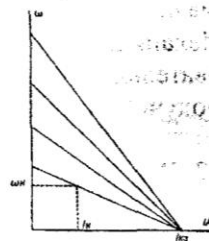

Рис. 41
**1-64.** Какой способ регулирования угловой скорости вращения двигателя постоянного тока независимого возбуждения следует применить, если механическая характеристика исполнительного механизма (рис. 41) имеет следующий вид?